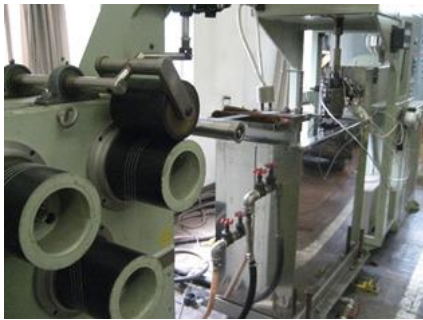

図1 モノフィラメント熔融紡糸装置
モノフィラメント熔融紡糸工程は、①熱溶解した樹脂を細孔を有するノズルから押出す、②連続して押出された樹脂を、冷却水槽により固化させる、③速度差のあるローラー間で延伸し、ポビンに巻き取る、の3工程から成ります。延伸工程により、繊維内部の分子が配向し、強度と柔軟性を有するフィラメントとなります。当センターの所有するモノフィラメント熔融紡糸装置の外観を図1に示します。